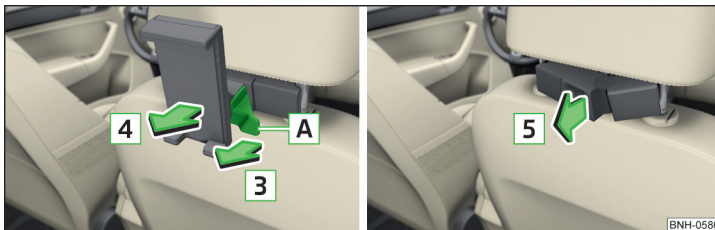

Abb. 102 Abnehmen: Halter / Adapter
- Zum **Abnehmen** an der Sicherungslasche **A** in Pfeilrichtung **3** ziehen und den Halter in Pfeilrichtung **4** aus dem Adapter nehmen » Abb. 102.